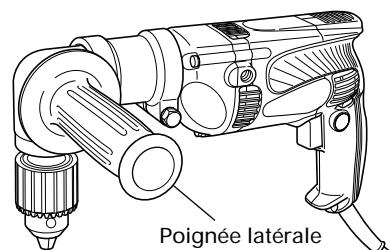

Fig. 11
(3) Installation de la poignée latérale (Fig. 11)